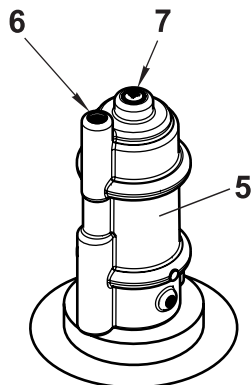

Рис. 8
4.4.4 Время открытия клапана зависит от настройки. Для регулировки времени открытия клапана используйте регулировочный винт 6 в верхней части корпуса замедлителя 5 (рис. 8). Поворачивая винт по часовой стрелке (выкручивание вовнутрь корпуса замедлителя), время открытия клапана увеличивается, и, наоборот, поворачивание винта против часовой стрелки (выкручивание из корпуса) - время открытия уменьшается.